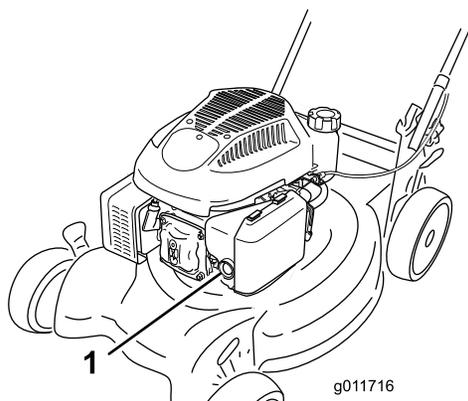

Figura 10
1. Carregue firmemente no êmbolo 3 vezes com o seu polegar, mantendo o êmbolo dentro durante um segundo antes de o soltar de cada vez (Figura 10).